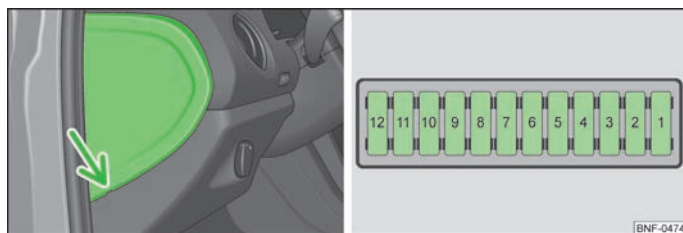

Fig. 119 Côté conducteur sur le tableau de bord : Couverture de la boîte à fusibles/représentation schématisée de la boîte à fusibles
- Insérez un objet plat adapté, par ex. un tournevis, dans la fente dans la zone de la flèche » fig. 119, faites levier avec précaution sur le cache et retirez ce dernier.